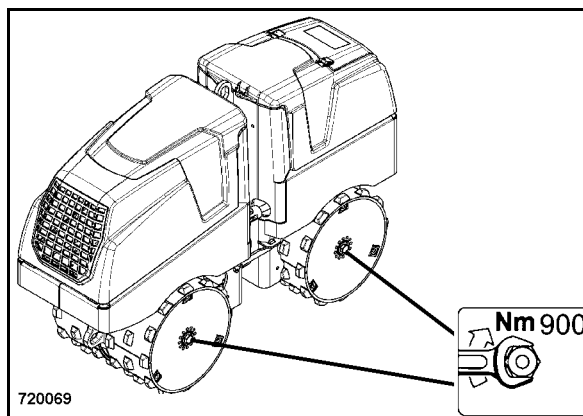

Рис. 109
- Проверить момент вращения центрального винта на всех 4 приводных ступицах (Рис. 109).